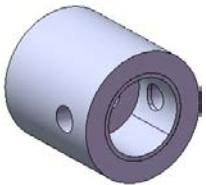
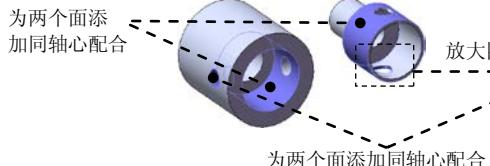

图 7.12.3 装配练习 2
图 7.12.4 组件装配 2
2. 将 D:\sw17.1\work\ch07.12.02 文件夹中的零件 bush_bracket.SLDPRT 和 bush_bush. SLDPRT 装配起来，结果如图 7.12.3 所示；装配配合如图 7.12.4 所示。